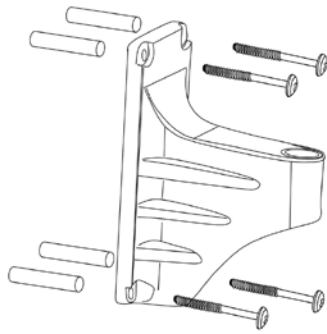

Abb. 1
4. Verwenden Sie die vier selbstschneidenden Schrauben, um die Montagekonsole ordnungsgemäß zu befestigen (Abb.1).